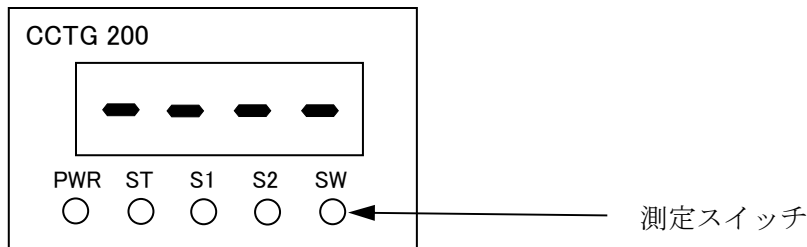
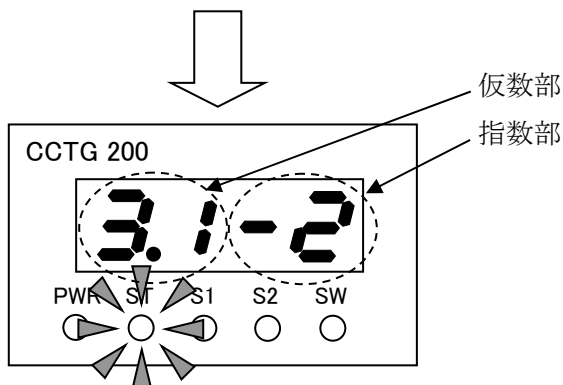

図 8 待機モード画面
図 9 圧力測定画面
- (1) メイン表示灯に「-----」と表示された状態 (「図 8 待機モード画面」参照) で、「7.1 測定開始」のいずれかの方法で測定を開始します。
- (2) 測定開始直後は、放電が安定するまで低い圧力を表示する場合があります。
- (3) 圧力測定を開始すると、ST 表示が緑 (タフモード中) 又は白 (オフモード) に変わり、メイン表示が圧力表示に変わります。上位 2 桁が仮数部、下位 2 桁が指数部を示します。「図 9 圧力測定画面」は 3.1×10^{-2} の表示例です。